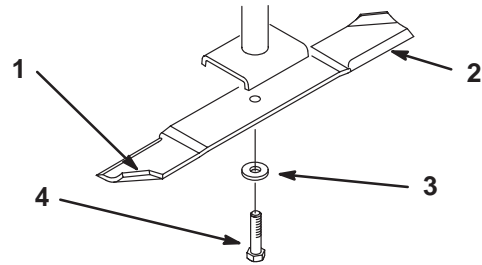

Figure 27
Tenez la lame à son extrémité avec un chiffon ou un gant épais. Retirez le boulon, la rondelle élastique et la lame de l'axe de la lame (Fig. 27).
déséquilibrée, limez un peu l'extrémité de la partie incurvée seulement (Fig. 27). Vérifiez de nouveau et répétez la procédure jusqu'à ce que la lame soit équilibrée.
1. Placez la lame sur l'axe (Fig. 27).
2. Installez la rondelle plate, la rondelle-frein et le boulon de fixation de la lame (Fig. 27). Serrez le boulon de lame à 115–150 Nm (85–110 pieds/livres).